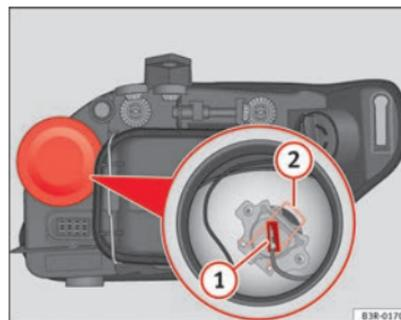

Fig. 192 Máximos
- Retirar o conector ⇒ Fig. 192 **1** da lâmpada.
- Prima a mola de fixação ⇒ Fig. 192 **2** pressionando-a para dentro e para a direita.